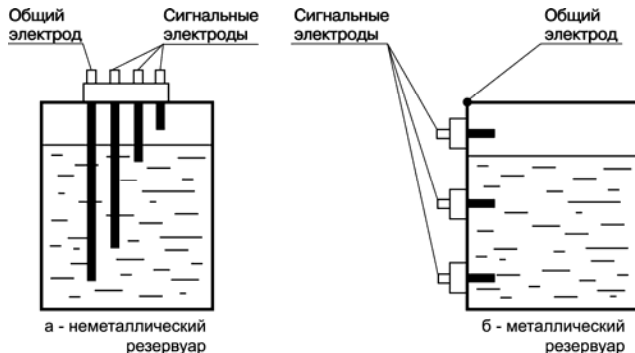

Рисунок 3.2
Один из электродов является общим для всех каналов контроля. Он устанавливается в резервуаре так, чтобы рабочая часть электрода находилась в постоянном контакте с жидкостью во всем диапазоне контроля (от нижнего уровня до верхнего включительно). Подключается этот электрод к одному из контактов прибора «Общий» (рисунок 3.2, а).
**Примечание** - При контроле уровней жидкости в металлическом резервуаре в качестве общего электрода может быть использован корпус резервуара (рисунок 3.2, б).